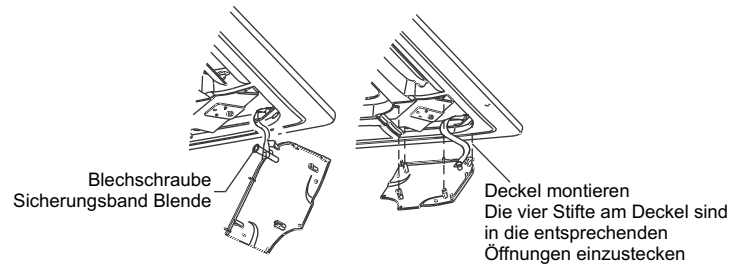

Abb. 3-14
- Befestigen Sie das Deckelsicherungsband wieder am entsprechenden Stift der Abdeckung. (s. Abb. 3-14, links)
- Stecken Sie die Abdeckung vorsichtig wieder auf. (s. Abb. 3-14, rechts)